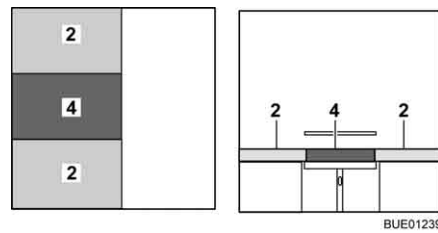

Fig. 90 Après la transformation
- Placer le coussin supplémentaire (Fig. 90,4) entre les coussins d'assise (Fig. 90,2).